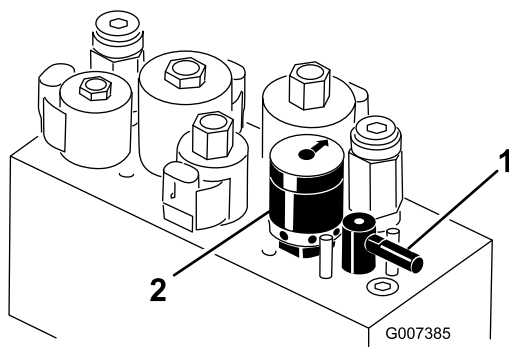

Figura 61
5. Girate la leva di lappatura in posizione "R" (Figura 61).
6. Girate il comando di velocità dei cilindri in posizione 1 Figura 61.